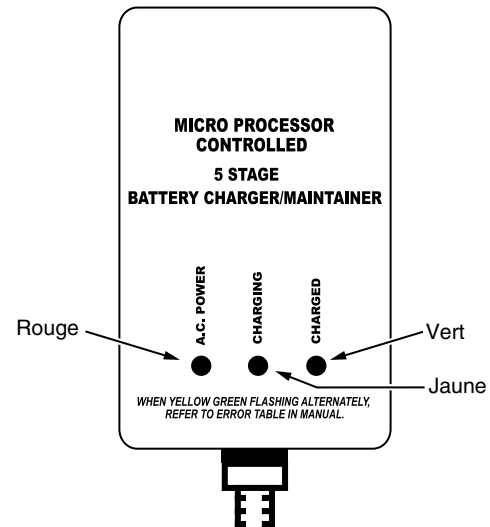

Figure 10 – Panneau à DEL du FG100-A1
4. Si le chargeur est bien branché, son panneau avant indiquera une des conditions illustrées à la Figure 10.